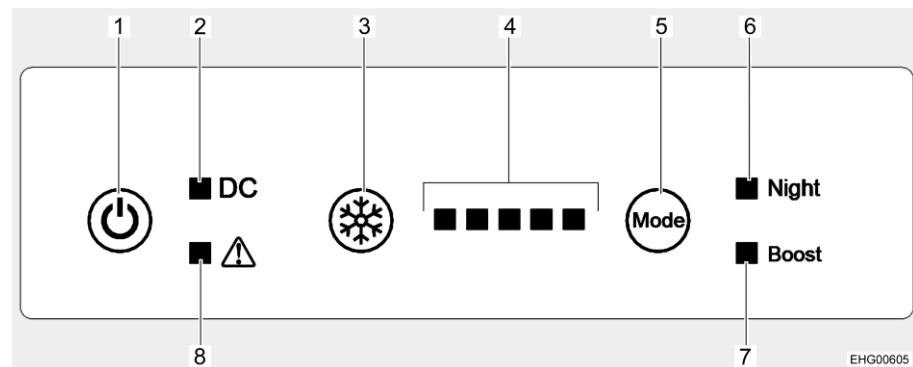

Fig. 244 Elementos de mando (frigorífico)
Conectar: ■ Pulsar la tecla On/Off (Fig. 244,1). Se encienden todas las luces de control (prueba de lámparas) y se apagan después de aprox. 3 segundos. La luz de control Funcionamiento (Fig. 244,2) permanece encendida e indica que el frigorífico está funcionando. El compresor arranca después de un breve retardo.
Desconectar: ■ Pulsar la tecla On/Off (Fig. 244,1). La luz de control Funcionamiento (Fig. 244,2) se apaga.
■ Pulsar la tecla para el nivel de refrigeración (Fig. 244,3) repetidamente hasta que se visualice el nivel de refrigeración deseado. Tanto más luces de control (Fig. 244,4) estén encendidas, tanto más alta será la potencia frigorífica (y también el consumo de energía).
- Conectar el modo nocturno:** ■ Pulsar la tecla Modo de funcionamiento (Fig. 244,5) repetidamente hasta que la luz de control Modo nocturno (Fig. 244,6) esté encendida. Ahora, el frigorífico estará funcionando en el modo nocturno.
- Desconectar el modo nocturno:** ■ Pulsar la tecla Modo de funcionamiento (Fig. 244,5) repetidamente hasta que la luz de control Modo nocturno (Fig. 244,6) se apague. El frigorífico estará funcionando en el modo normal.
- Conectar el modo Boost:** ■ Pulsar la tecla Modo de funcionamiento (Fig. 244,5) repetidamente hasta que la luz de control Modo Boost (Fig. 244,7) esté encendida. Ahora, el frigorífico estará funcionando en el modo Boost.
- Desconectar el modo Boost:** ■ Pulsar la tecla Modo de funcionamiento (Fig. 244,5) repetidamente hasta que la luz de control Modo Boost (Fig. 244,7) se apague. El frigorífico estará funcionando en el modo normal.